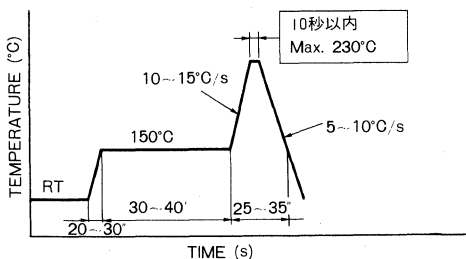

Fig. 15
1) ハンダリフロー法による場合、Fig. 15に示す温度プロファイルを目安としてご使用願います。
1) When you use solder reflow method, use the temperature profile show in Fig. 15 as a guideline.